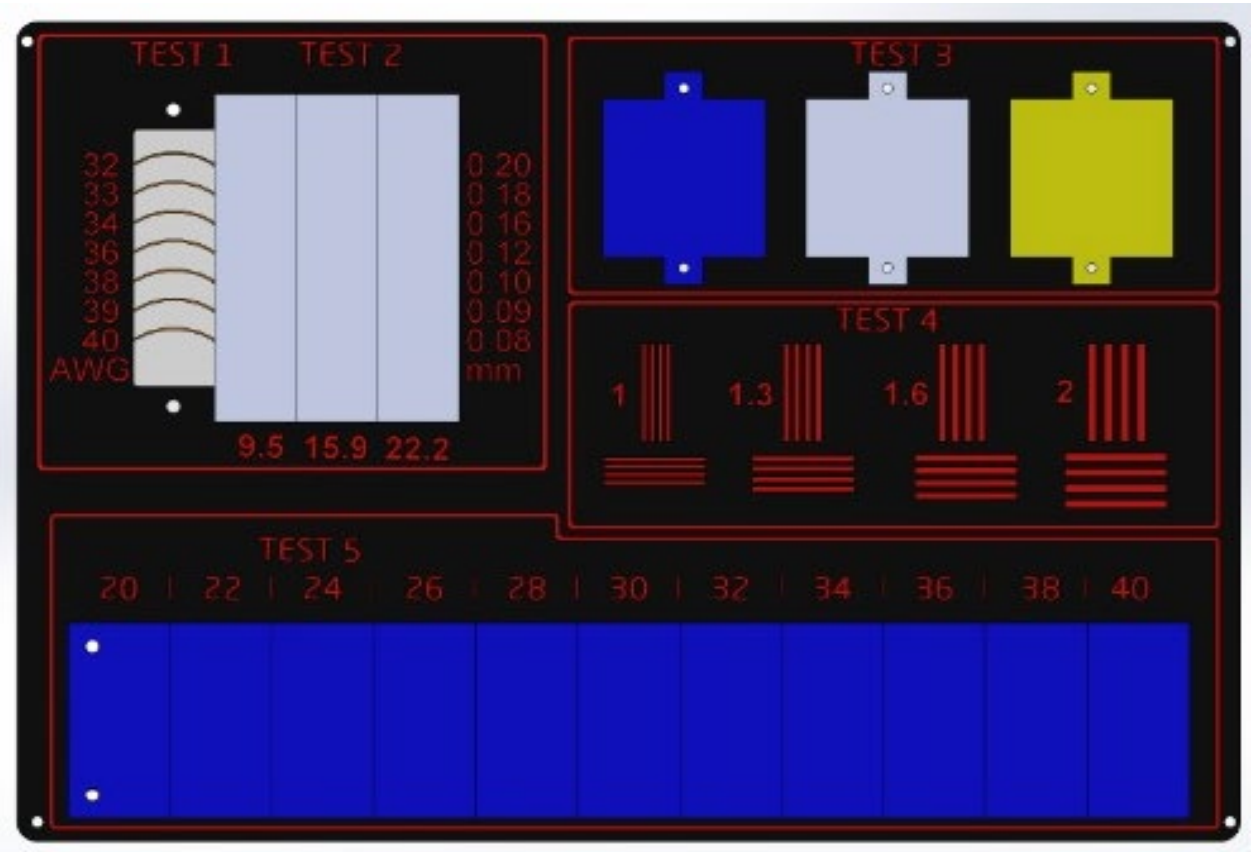

Рис. 34. СТО ДНКП-0073.
2.1 Тестирование РТУ проводится с использованием специального технического оборудования (СТО), ДНКП-0073 (Рис. 34). СТО выполнено в виде стеклотекстолитовой платформы, на которую нанесены тесты для проверки различных параметров РТУ.